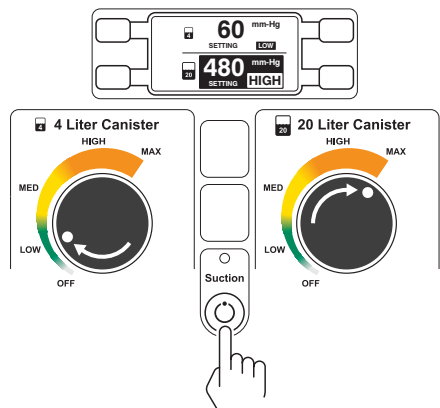

Figura 3 – Applicazione dell'aspirazione
8. Premere il pulsante ASPIRAZIONE ON/OFF e ruotare il selettore di IMPOSTAZIONE DEI LIMITI DELL'ASPIRAZIONE di uno dei due contenitori sul livello massimo di aspirazione. Accertarsi di aver ottenuto il livello di aspirazione massimo sul DISPLAY DEL PANNELLO DI CONTROLLO (Figura 3).